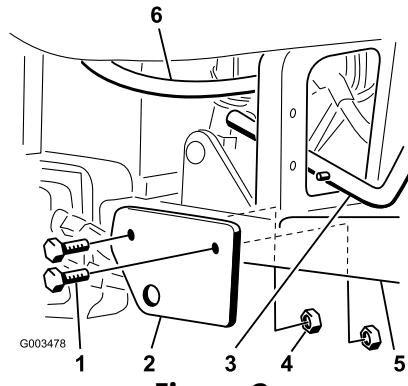

Figura 2
- Installare la staffa di montaggio del gruppo stegola di sollevamento dello scarificatore sui tubi del poggiapiedi destro con 2 bulloni (1/2 x 3-1/4 pollici) e dadi di bloccaggio **sottili**(1/2 pollice), come mostrato nella Figura 2. Assicurarsi che le teste dei bulloni siano orientate verso l'esterno e che vengano utilizzati i dadi di bloccaggio sottili.
9. Verificare la distanza tra il gruppo stegola di sollevamento e il tubo idraulico. Assicurarsi che il tubo idraulico non sfreghi sul gruppo stegola di sollevamento e regolare il tubo idraulico, se necessario (Figura 2).